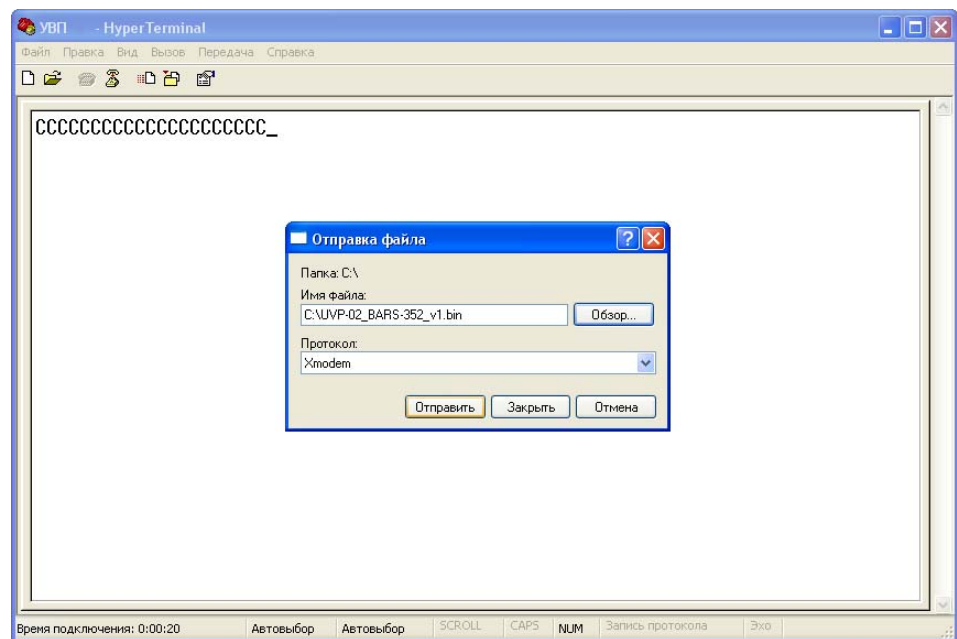

Рисунок 6
6) При установлении связи между компьютером и прибором должны наблюдаться накапливающиеся на экране символы "С" (рисунок 6). В противном случае необходимо проверить соединение прибора с компьютером на наличие обрывов и соблюдения полярности подключения.
7) Выбрать необходимый файл на прилагаемом CD диске (Приложение А), а также протокол обмена "Xmodem" (рисунок 6) Выбор файла осуществляется нажатием пиктограммы "Отправка файла".
8) Нажать кнопку "Отправить" (рисунок 6). При этом выбранный файл будет передан прибору для записи. Процесс передачи будет индицироваться окном, показанным на рисунке 7. По завершении передачи файла прибор с новым программным обеспечением перейдет в номинальный режим работы автоматически. При сбоях в процессе передачи и записи файла вместо символов "С" высвечивается сообщение "Error". В таких случаях необходимо повторить процесс записи файла. При отрицательном результате необходимо обратиться на предприятие-изготовитель.